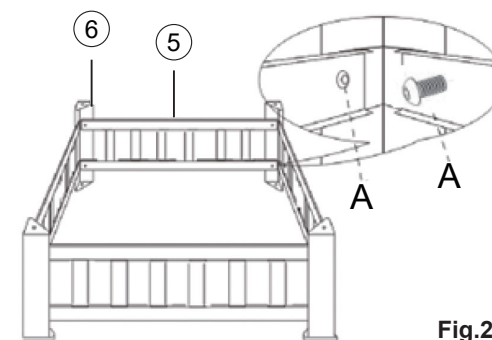

Fig.2
Fixez les pièces de support du cadre (5) aux pieds (6) à l'aide des boulons (A), serrez à la main ! (Voir Fig.2).